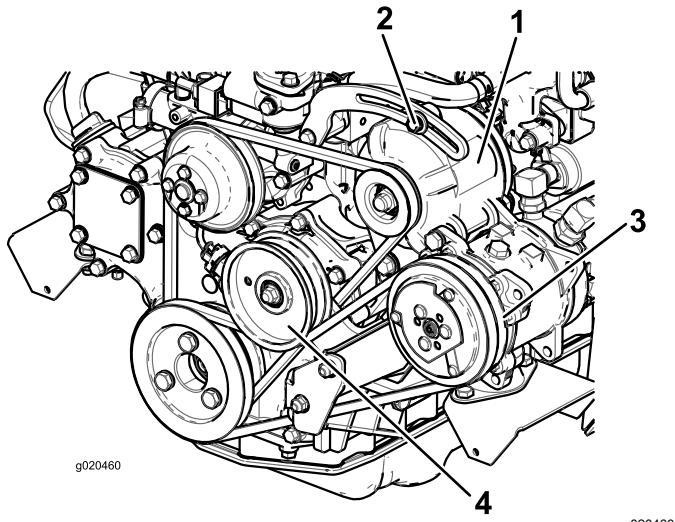

Figura 79
Se la flessione non è di 10 mm, allentate i bulloni di fissaggio dell'alternatore (Figura 79).
- Se la flessione non è di 10 mm, allentate il bullone di fissaggio della puleggia tendicinghia (Figura 79).